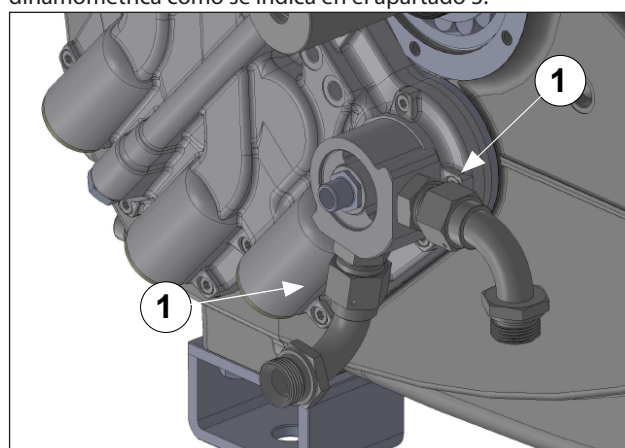

Fig. 131
Montare el cartucho del filtro de aceite y apretarlo manualmente (pos. ①, Fig. 131).